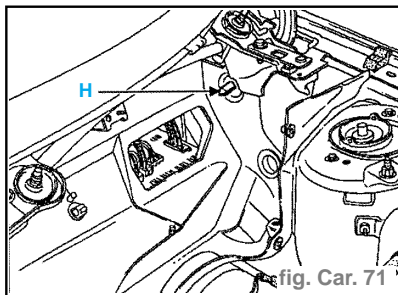

fig. Car. 71
- Positionner le groupe motoventilateur sur le centreur (H) (fig. Car. 71).